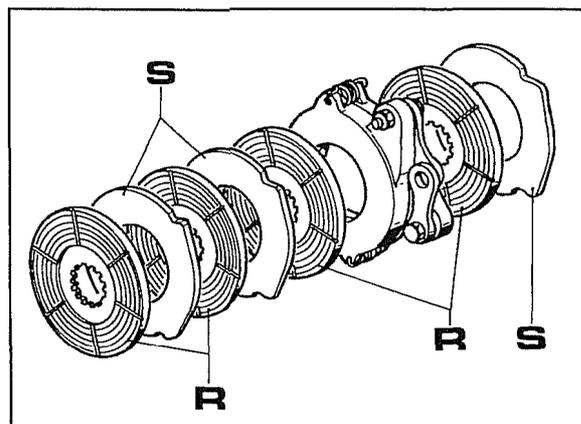

Abb. 23
- Die Abb. 23 stellt die komplette Bremsmasse dar, die es bei den Maschinen von der Fahrgestell-Nr. C467494 an aufwärts gibt.